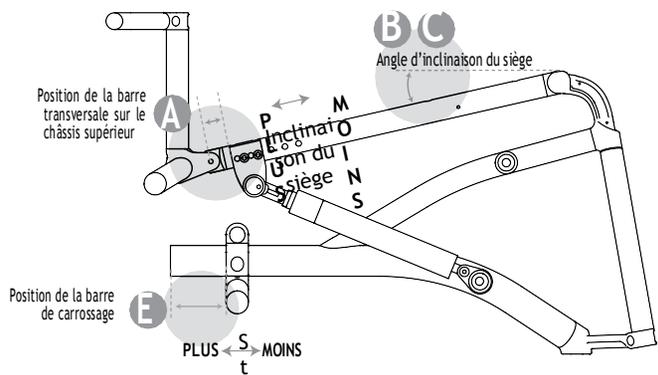

Figure 17.10 Guides de configuration de la hauteur du siège et de la position des roues (La figure fait référence aux tableaux A à C et E ci-dessous.)
Pour le positionnement par défaut de la barre transversale sur le châssis supérieur, consultez la figure 17.10 (« Guides de configuration d'inclinaison du siège et de position des roues »).
- 6 Installez les roues arrière et vérifiez la protection anti-basculés. Pour les positions par défaut des roues, consultez la figure 17.10.
Dans le modèle Elevation de base, la hauteur du siège sera réglée à l'usine pour correspondre à un angle de 0° par rapport au sol. Pour ajuster la hauteur du siège, utilisez l'ajustement à bord disponible sur votre configuration par défaut. Si la hauteur du siège souhaitée ne peut être obtenue, des embouts de vérins additionnels sont offerts, permettant une plage maximale de 15cm d'angle d'inclinaison du siège. Consultez la figure 17.10 et communiquez avec votre fournisseur pour plus d'information.